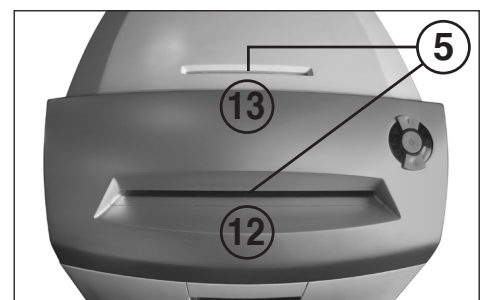

Fig. 3
#### 5 = Fotocellula (avanzamento) (Fig. 3)
### 12 = Vano di alimentazione carta (Fig. 3)
### 13 = Vano di alimentazione carta di sicurezza (Fig. 3)
Inserire **carta** nella taglierna attraverso il vano di alimentazione (12) (Fig. 3).
Inserire nella taglierna i **supporti dati** (CD, DVD oppure carte di credito) singolarmente attraverso il vano di alimentazione di sicurezza posizionato separatamente (13) (Fig. 3).